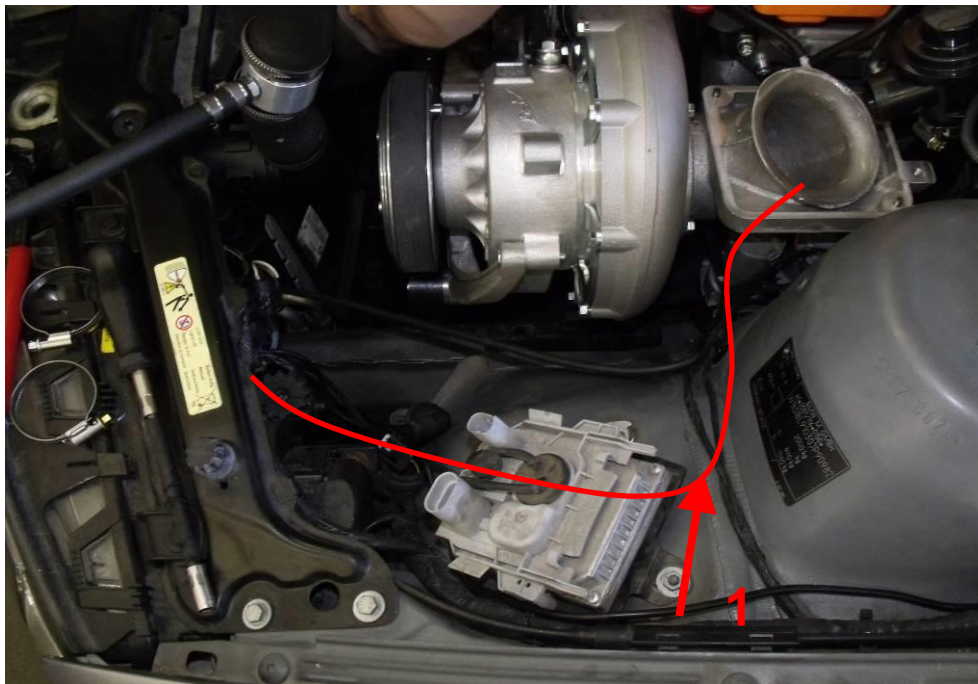

Abbildung 27
- Unterdruckschlauch an Unterdruckanschluss Bypassventil (2) anbringen (Abbildung 27)